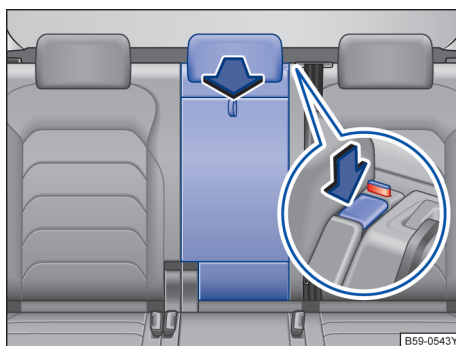

图 180 打开贯通装载系统
- 沿箭头方向按下解锁按钮→图 180，将贯通装载系统向前翻折。
- 锁止显示上的红色标记→图 180 不得再可看到。